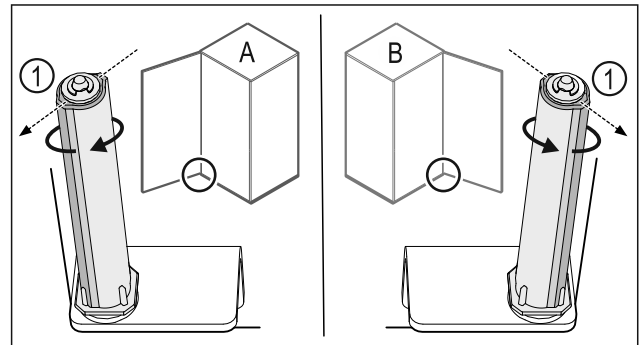

Fig. 43 Feste på venstre side (A) / feste på høyre side (B)
- Drei lukkesystemet mot motstanden til rillen på lukkesystemet Fig. 43 (1) peker utover.